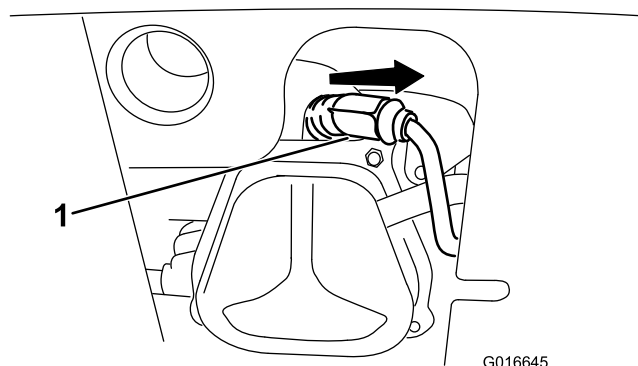

Figure 38
1. Enlevez le capuchon (Figure 38).